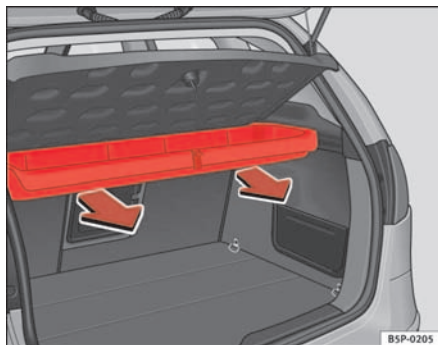

Abb. 121 Ausbau des Ablagefachs
- Nach außen ziehen, bis der Kasten aus den Drehhaltern gelöst ist. $\Rightarrow$ Abb. 121